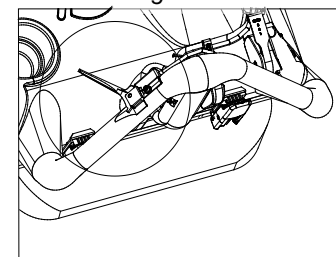

Figura 15
2. Aperte a alavanca de embreagem do acionador contra o guidão para engatar o acionador. (Consulte a Figura. 15)